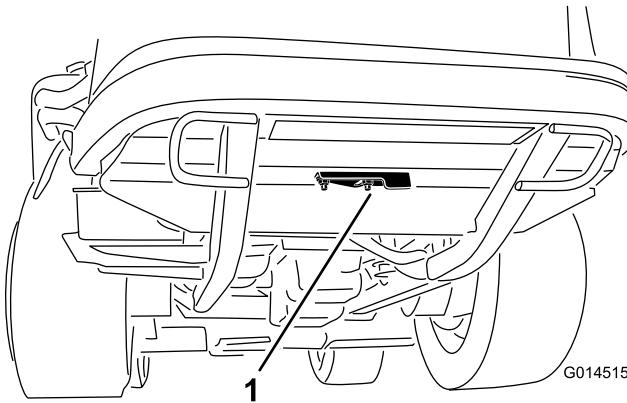

Figura 45
2. Afloje la tuerca con arandela prensada que sujetla la tapa del hueco de limpieza a la parte inferior del bastidor trasero (Figura 45). Gire la tapa a un lado para tener acceso al hueco de limpieza del bastidor.